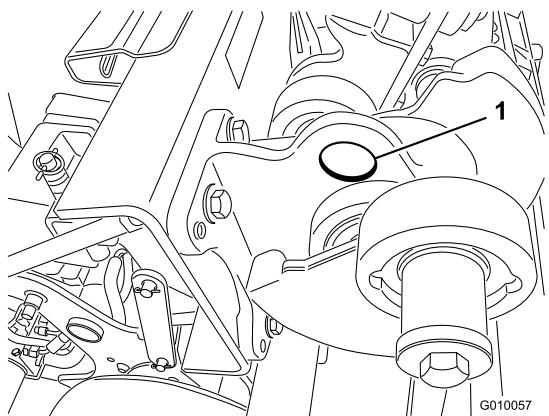

Figura 43
**Nota:** Si está disponible, puede utilizarse un polipasto para elevar la parte trasera de la máquina. Utilice los ojales de los alojamientos de los cojinetes del cabezal de perforación como puntos de enganche del polipasto (Figura 43).